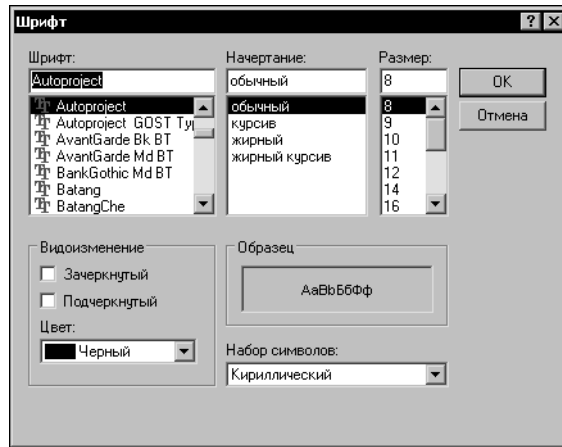

Рис. 18.5. Окно Шрифт
2. В открывшемся окне **Шрифт** (рис. 18.5) редактированию подлежат следующие параметры: